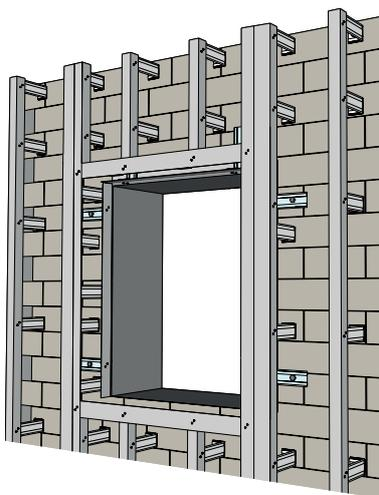
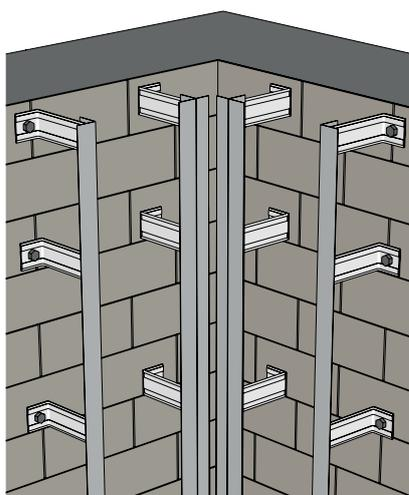
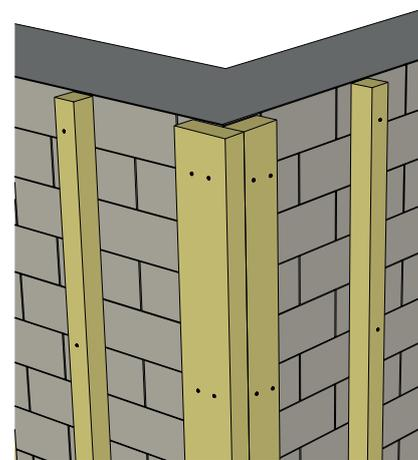

Рисунок 17. Оконный проем
Рисунок 18. Внутренний угол металлической обрешетки НФС GL
Рисунок 19. Наружный угол деревянной обрешетки
**9.8** Для металлической и деревянной обрешетки, вокруг оконных, дверных и прочих проемов (рис. 17), во внутренних углах (рис. 18) обрешетка устанавливается сплошной и широкой (100-150 мм). Под соединительную Н-планку, на наружных углах (рис. 19), сплошной и широкой устанавливается только на деревянной обрешетке.